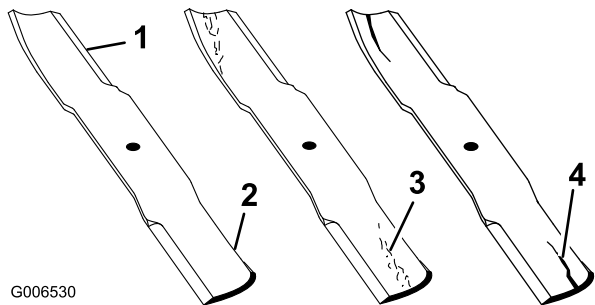

Figura 96
1. Inspeccione los filos de corte (Figura 96). Si los bordes no están afilados o tienen muescas, retire las cuchillas y afílelas. Consulte Afilado de las cuchillas.
2. Inspeccione las cuchillas, especialmente la parte curva (Figura 96). Si observa daños, desgaste o la formación de una ranura en esta zona (Figura 96), instale inmediatamente una cuchilla nueva.